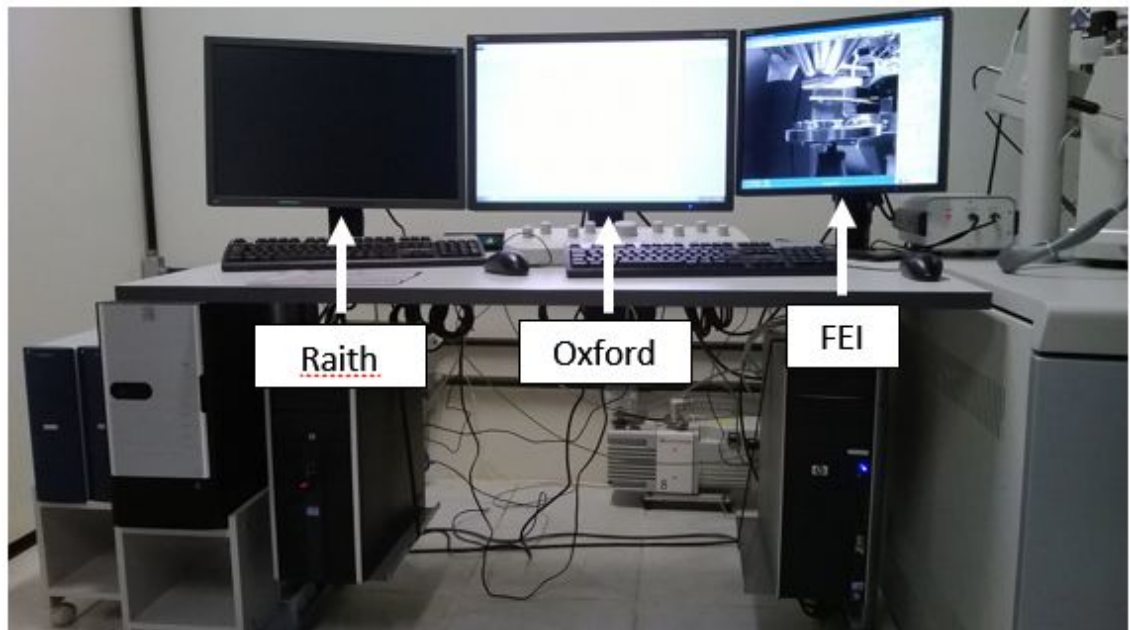

Figura 2. Monitores usados na operação do microscópio Inspect F50.
- Figura 2. Monitores usados na operação do microscópio Inspect F50.
- ✓ Há três monitores, cada um conectado a um computador. O monitor da esquerda está ligado ao computador do controle da Litografia de elétrons (Raith); o monitor central está ligado ao computador que controla a Microanálise de raios-X (Oxford); e o monitor da direita está ligado ao computador que suporta o programa básico de controle do microscópio (FEI). Ver figura 2.